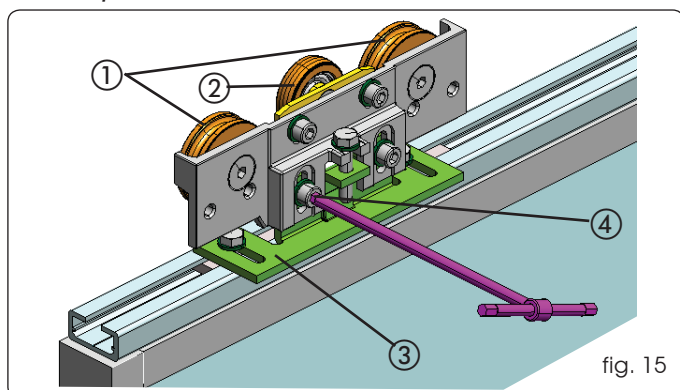

fig. 15
Los carros están provistos de dos ruedas de deslizamiento (fig. 15 ref. ①) y de una rueda de contraempuje (fig. 15 ref. ②).
En la base de los carros, además, están presentes dos ranuras que permiten regular en profundidad la hoja (fig. 15 ref. ③).
- Afloje ligeramente los dos tornillos de cabeza cilíndrica fig. 15 ref. ④.